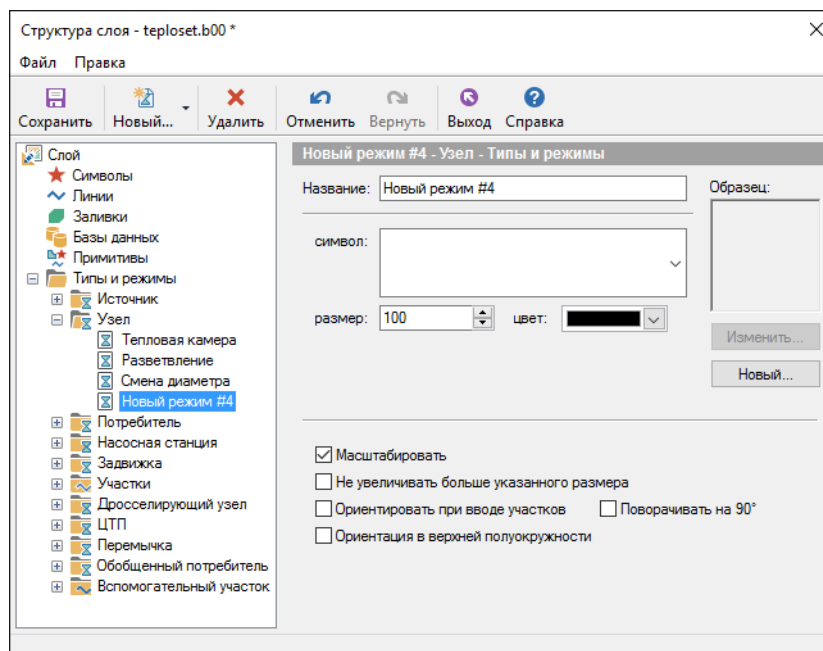

Рисунок 4.18. Параметры нового режима
2. Нажать кнопку Новый... и в выпадающем списке выберите пункт Новый...|режим или пункт меню Правка| Новый режим... На экране появится следующее окно (смотрите Рисунок 4.18, «Параметры нового режима»).